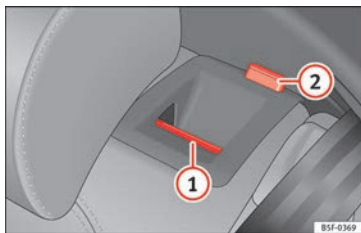

Fig. 151 No encosto do banco traseiro: botão de desbloqueio (1); marca vermelha (2).
- Puxe o manípulo de desbloqueio » Fig. 151 (1) para a frente e, ao mesmo tempo, rebata o encosto.
- O encosto traseiro está desbloqueado quando se vê uma marca vermelha no botão (2).
O encosto traseiro está desbloqueado quando se vê uma marca vermelha no botão » Fig. 151 (2).
- Levante o encosto e empurre-o com força no bloqueio até que encaixe corretamente » Fig. 151 (2).
- A marca vermelha do botão de desbloqueio (2) não se deve ver.